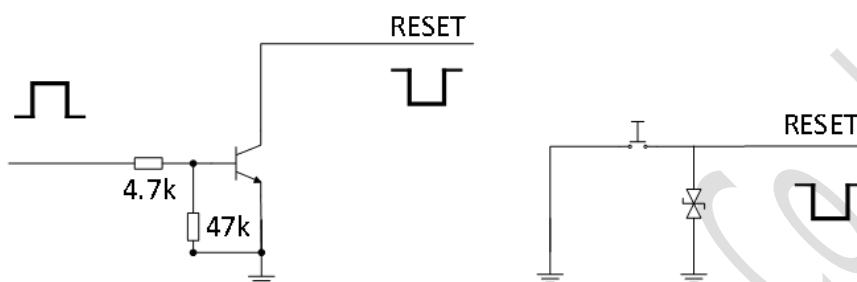

图 3-8 复位参考电路
- ✓ 复位线走线不宜过长，注意包地保护，远离RF、VBAT电源及强信号干扰源，以免受外界信号干扰。如果使用图3-8中三极管电路，三极管靠近模组引脚。